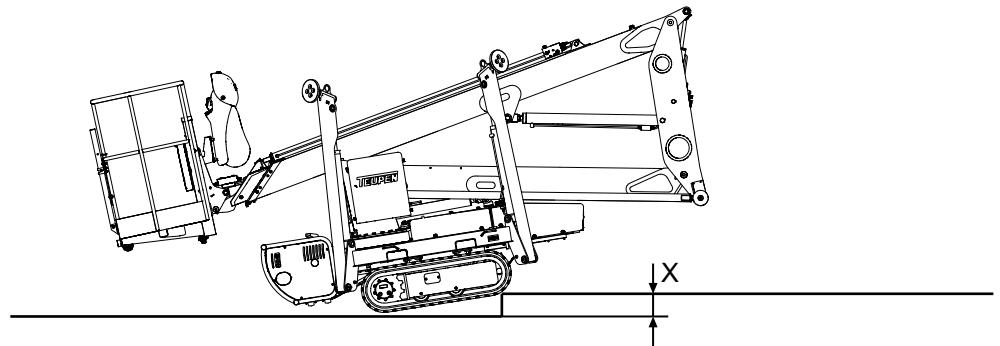

Abb. 81
3. Sicherstellen, dass die zu befahrende Kantenheight (Abb. 81/X) 100 mm nicht überschreitet.